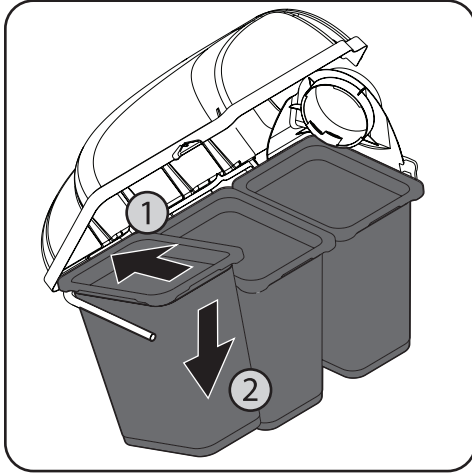

Figure 4-14
8. Installez les trois ensembles de sac sur les supports de sac en insérant le bord avant en premier (1), puis en abaissant le bord arrière jusqu'à ce qu'il s'insère dans l'ensemble (2), comme illustré à la Figure 4-14.